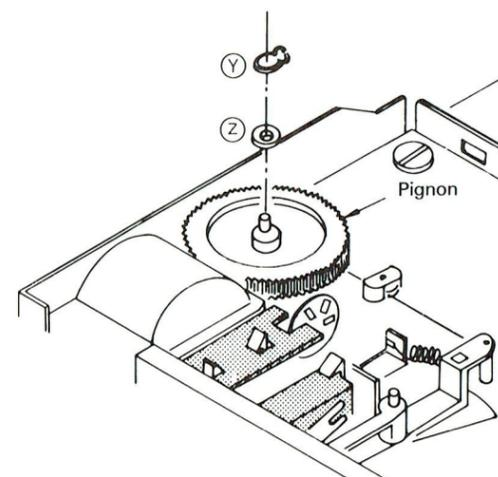

Fig. 12
1.15 Remplacement de la courroie du bras (Fig. 12, 13 et 14)
- Oter le clips de la poulie ainsi que la rondelle Z, retirer la poulie (Fig. 12).